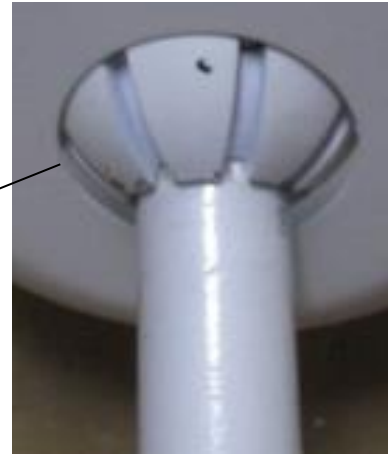

Abb. 7B
**HINWEIS:** Bitte beachten Sie, dass der Ventilatorkopf um 60° schwingen kann. Auf der Kugel der Aufhängung befinden sich Keilnuten (Abb. 7B), mit denen Sie die Richtung des Ventilators nach Ihren Wünschen einstellen können.